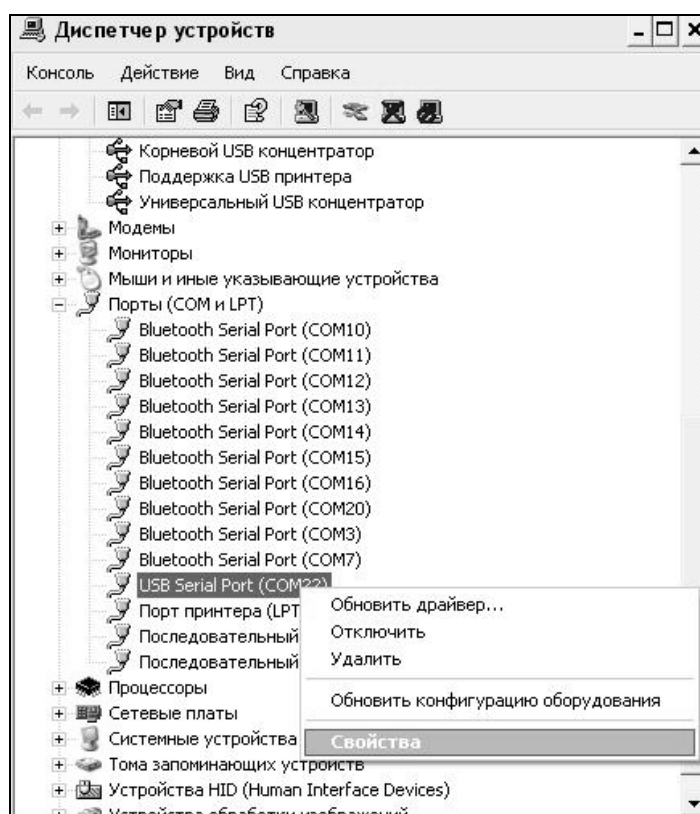

Рисунок 6 – Окно диспетчера устройств
- найти строку «USB Serial Port (COM №)», в скобках указан номер COM-порта, если номер в скобках «1» настройка завершена - ничего менять не нужно, если номер не «1» необходимо вызвать окно свойств «USB Serial Port (COM №)» (правой клавишей мыши щелкнуть по строке USB Serial Port (COM №) и выбрать пункт меню «Свойства») (рис. 6).